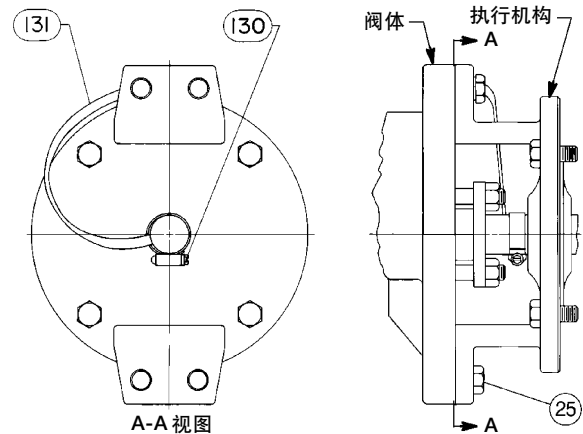

图 3. 可供选择的轴至阀体连接带组件
用弓形夹(图 3 件号 130) 将可供选择的连接带(图 3 件号 131) 连接至阀门驱动轴(件号 6), 并用有头螺钉(件号 23) 将连接带的另一端连接至阀体。
5. 若情况适用，在试图拆卸填料之前，先拆卸连接带组件（见图 3）。
如果阀门上配备连接带组件（图 3），应重装此组件。